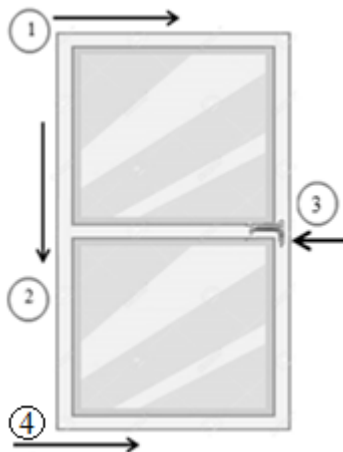

Figura No. 3, Dirección de Flujo de limpieza de puertas
- 6.5.1.15 **Limpieza de las puertas:** Humedecer el paño de microfibra con desinfectante autorizado y hacer trazos rectos, firmes y superpuestos por toda la superficie como se indica en la Figura No. 3, Dirección de Flujo de limpieza de puertas. Utilizar el mismo flujo para los siguientes pasos.
- 6.5.1.16 Humedecer un paño de microfibras con Agua de ósmosis y hacer trazos rectos, firmes y superpuestos por toda la superficie como se indica en la Figura No. 3 para eliminar el desinfectante.
- 6.5.1.17 Humedecer nuevamente el paño de microfibra con desinfectante autorizado y hacer trazos rectos, firmes y superpuestos por toda la superficie como se indica en la Figura No. 3
- 6.5.1.19 Humedecer un paño de microfibras con Agua de ósmosis y hacer trazos rectos, firmes y superpuestos por toda la superficie como se indica en la Figura No. 3 para eliminar el desinfectante.